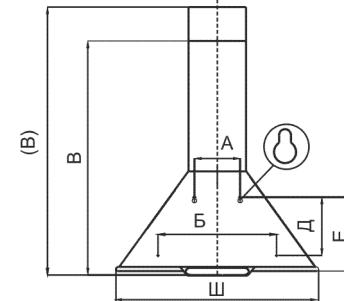

рис. 1
4.6 Устанавливайте кухонную вытяжку над плитой в соответствии с рис. 1.